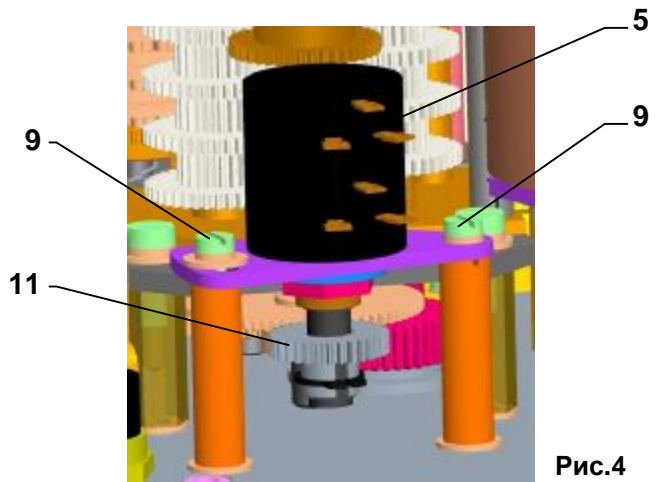

Рис.4
- Поверните диском указателя положения (32) так, чтоб отметка с символом для направление «закрыто», совпадала с отметкой на смотровом стекле верхнего кожуха (если диском трудно поворачивать, потом штопором уволите болт укрепляющий диск).
- Поверните верхней частью диска указателя положения (32) так, чтоб отметка с символом для направление «открыто», совпадала с отметкой на смотровом стекле верхнего кожуха.
4.5 Установка омического датчика (рис.4)